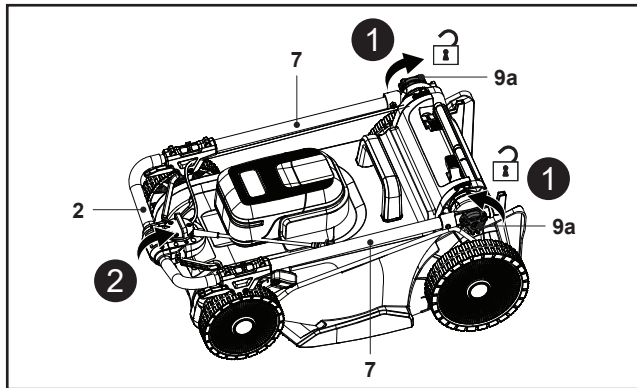

Fig. 1
2. Afloje los dos mandos de bloqueo (9a) de las barras inferiores del manillar (7) girándolos hacia la izquierda, pero no los quite del todo (Fig. 1, paso 1).
3. Sujete la empuñadura de agarre (2) con una mano y despliegue el conjunto del manillar (5, 7) (Fig. 1, paso 2).